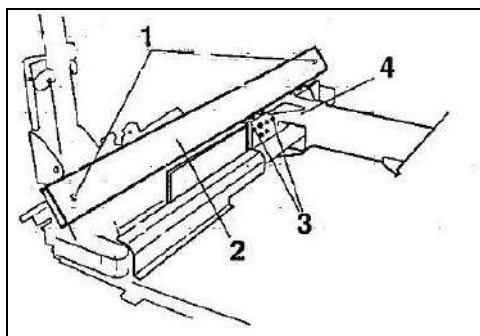

Рисунок 37
- 3) Ослабьте гайки (3, Рисунок 37) для каждого верхнего скользящего ползуна каретки (4, Рисунок 37).
- 6) Затяните четыре стопорные гайки верхних направляющих ползунков (3, Рисунок 37).